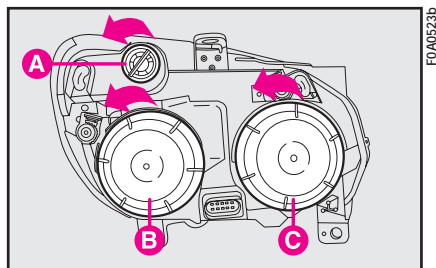

рис. 18
1) Снимите защитную крышку **С**, вращая ее против часовой стрелки (рис. 18);
1) Снимите защитную крышку **В**, вращая ее против часовой стрелки (рис. 18);
1) Поверните и извлеките патрон **А** (рис. 18).